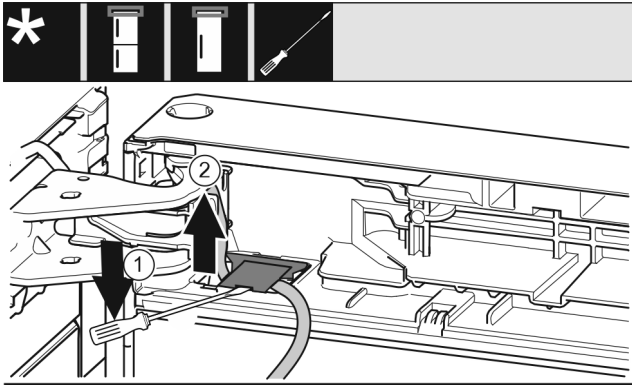

Fig. 21
- ▶ Lyft upp skyddet med spårskruvmejseln och dra ut det. Fig. 21 (1)
- ▶ Dra ut kabeln. Fig. 21 (2)